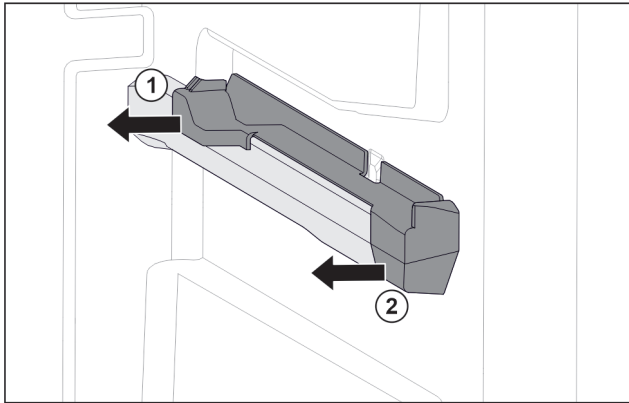

Fig. 131 Felhúzható elem a jobb oldali tartóbordán
- ▶ Oldalra húzza le a felhúzható elemet. Fig. 131 (1)
- ▶ Húzza előre felé a felhúzható elemet. Fig. 131 (2)